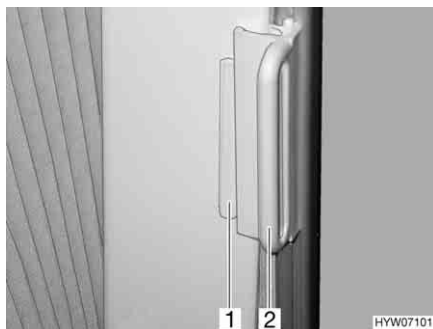

Bild 106 Plisségardin, förarhyttsfönster
- Håll i plisségardinernas handtag (Bild 106,2) och drag försiktigt för dem tills att magnetlåset håller plisségardinen stängd.
- Skjut in handtaget (Bild 106,2) över kanten (Bild 106,1). Plisségardinen är säkrad.